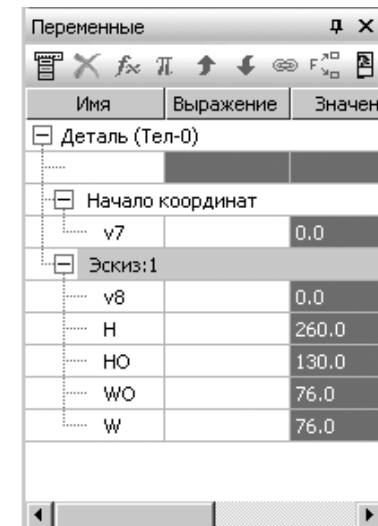

Рис. 3.32. Диалоговое окно **Переменные** с развернутым списком переменных
- щелкните на панели инструментов **Стандартная** по кнопке **f(x) – Переменные**. Появится диалоговое окно **Переменные**, которое может представляться на экране в плавающем или зафиксированном состоянии (рис. 3.32).